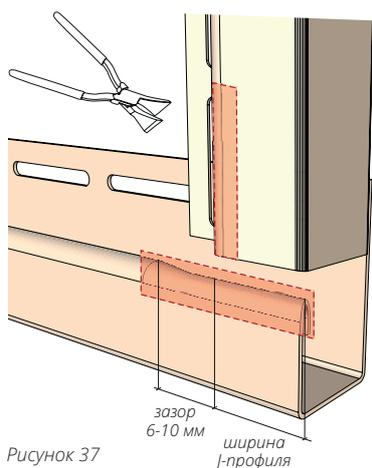

Рисунок 37
- 14.2** Для соединения двух J-профилей под углом 90° - вариант №1, используя клещи, подожмите соединяемые края J-профилей на ширину лицевой части J-профиля плюс зазор на расширение 6-10 мм (рис. 37). Смонтируйте J-профили, оставив зазор на тепловое расширение 6-10 мм (рис. 38), соблюдая общие правила монтажа.